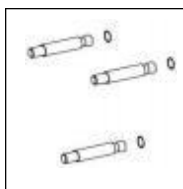

Fig.2 .
- 2) Insérez les trois boulons d'expansion fournis (1) dans les trous de montage percés. Vous devrez peut-être utiliser un marteau pour les fixer. Voir la (Fig. 2).